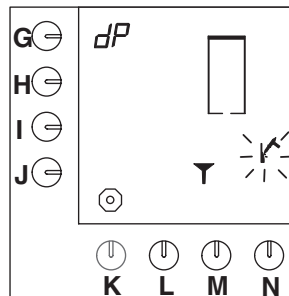

Fig. 23 Varmtvannssystemet etterlyser rensmiddel
- Et signal høres, hammersymbolet blinker og det vises en trakt på displayet (fig.23).